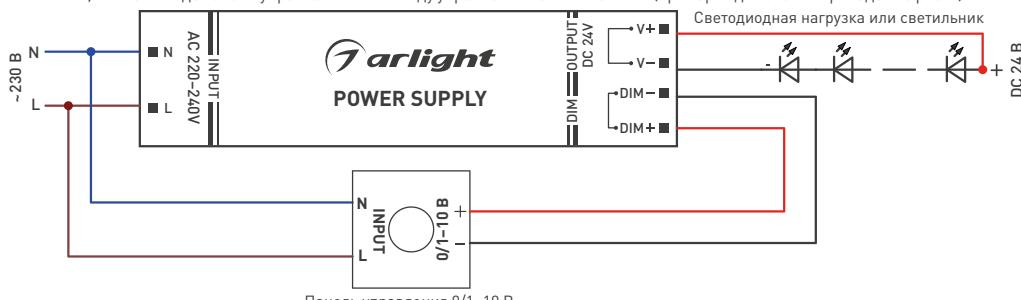

Рис. 2. Пример подключения панели управления 0/1-10 В к источнику питания
- Подключите внешнюю панель с управлением 0/1-10 В к клеммам управления источника питания со стороны **DIM** согласно схеме, поставляемой с панелью, строго соблюдая полярность: «+» на выходе панели управления — к выходу управления источника **DIM+**, «-» на выходе панели управления — к выходу управления источника **DIM-**. [пример подключения приведен на рис. 2].